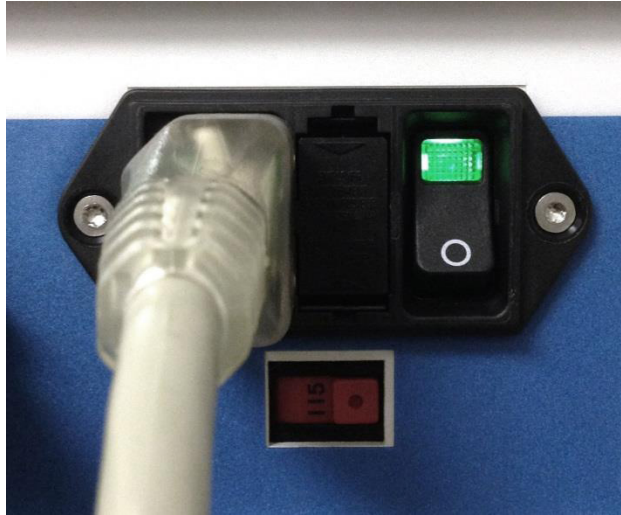

Figura 10: Accendere l'unità AtriCure cryoICE BOX con l'interruttore
- Accendere l'unità cryoICE BOX con l'interruttore situato sul retro, come si vede nella Figura 10. L'interruttore di alimentazione viene utilizzato per collegare l'alimentazione di rete (accensione) o per scollegare l'alimentazione di rete (spegnimento) all'unità cryoICE BOX.